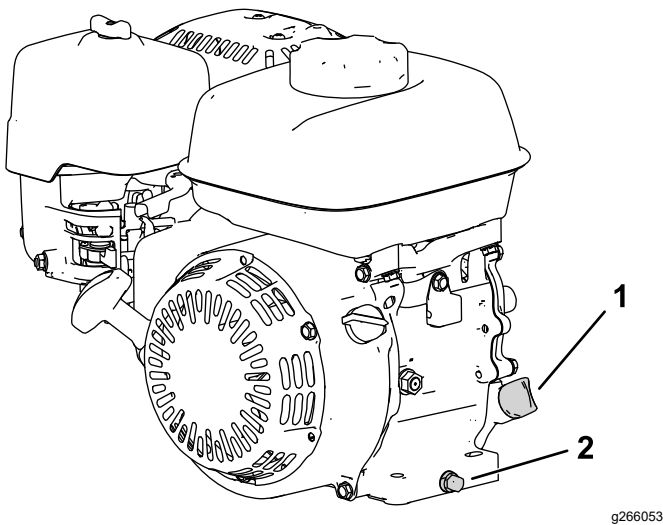

Figura 17
2. Coloque la máquina con el motor nivelado y limpie la zona alrededor del tubo de llenado de aceite (Figura 17).
3. Retire el tapón de vaciado (Figura 17).